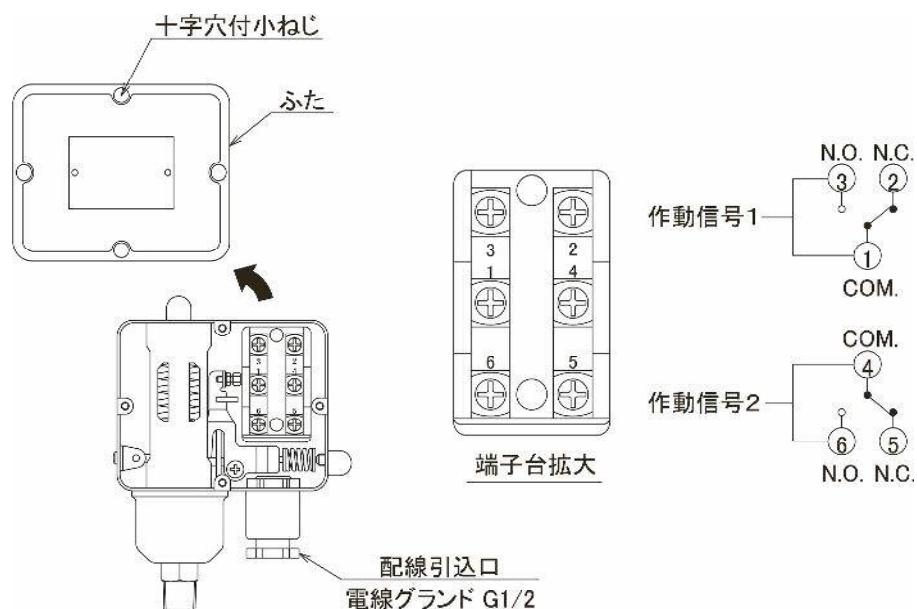

図14
仕様は下表のとおりです。この範囲内でご使用ください。2ab接点仕様ですので、a接点としての結線は下図14に示す端子番号①—③、または④—⑥に接続してください。端子台への配線引込口の電線グランドはG1／2です。